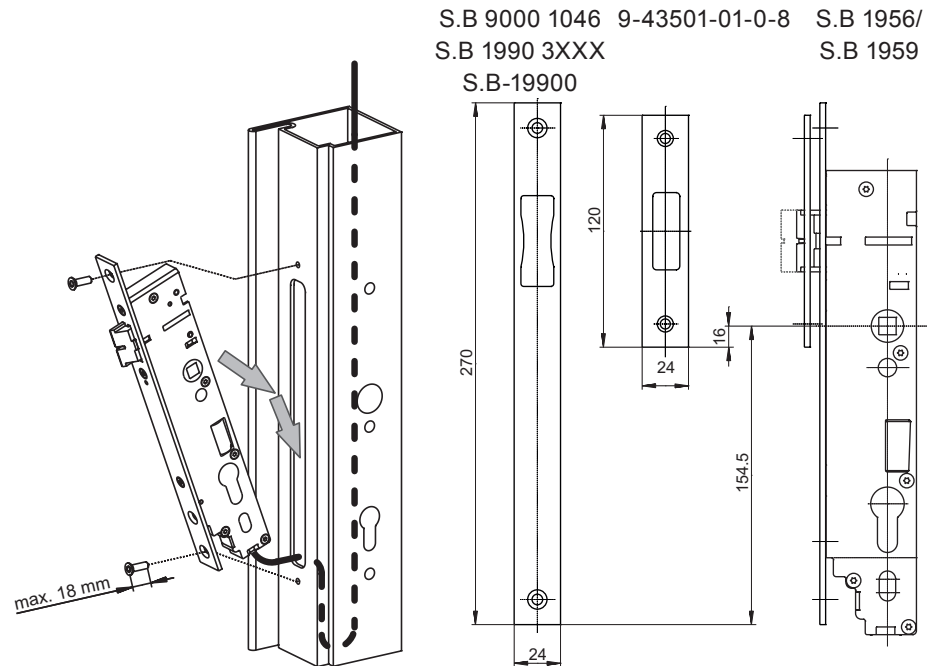

Fig. 7 : montage
- Introduire la serrure en diagonale vers le bas dans l'entaille en mettant le câble dans le profil (voir Fig. 7).